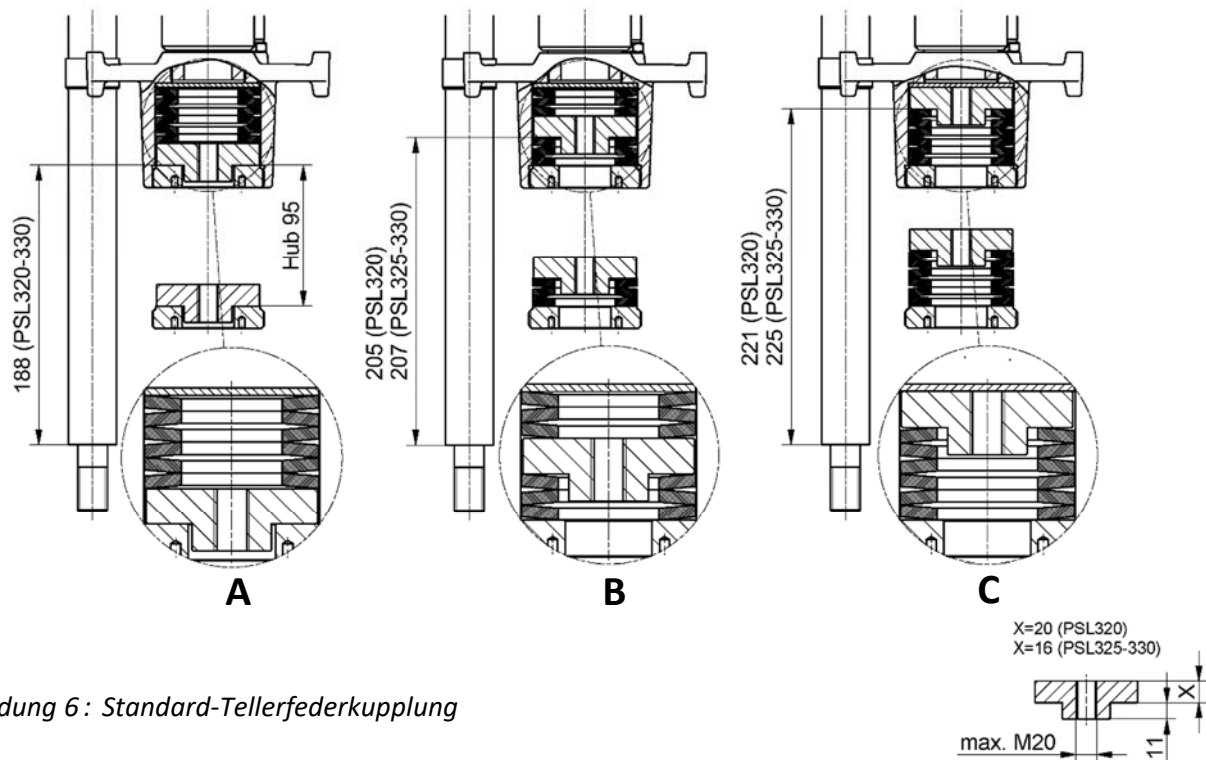

Abbildung 6: Standard-Tellerfederkupplung
- Kupplungsstück auf Ventilspindel schieben oder schrauben und mit Ventilspindel verbohren und verstiften bzw. durch Kontermutter (Pos. 4) sichern (Tellerfederschichtung siehe Abbildung 6 auf Seite 10).